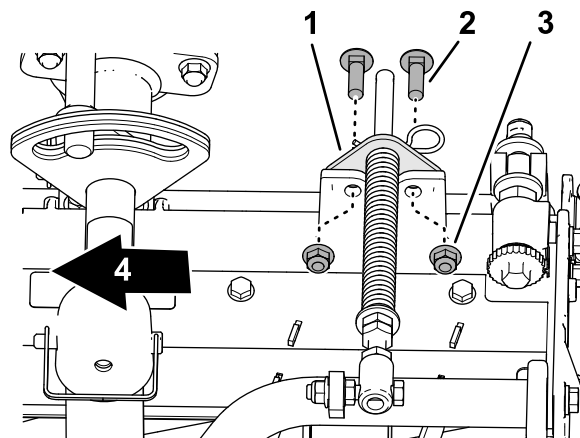

Figure 14
5. Alignez les trous du support du compensateur et les trous dans le cadre de l'unité de coupe (Figure 14).